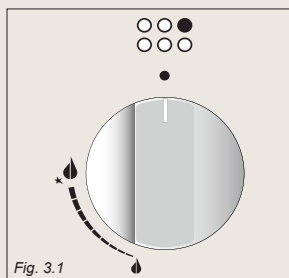

Fig. 3.1
- * Détacher le couvercle du bornier, en introduisant un tournevis dans les deux crochets **"A"** (fig. 3.1).
En faisant coïncider les symboles de la manette (fig. 3.1) avec le repère marqué sur le tableau de bord, nous aurons: